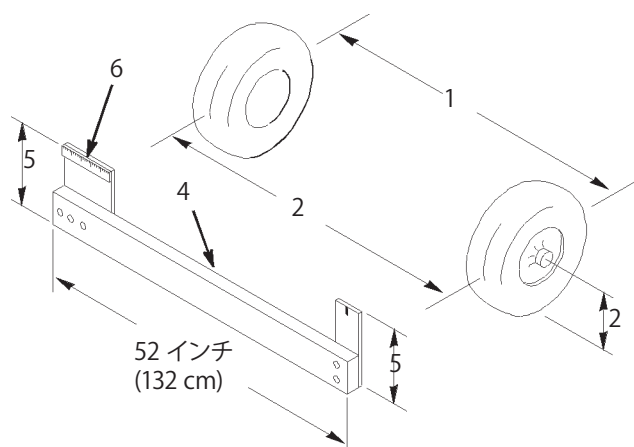

図51
4. 前輪の前と後ろで、左右のタイヤの中央線間距離を測る(図51)；計測はアクスルの高さで行う。前輪の後ろで、アクスルの高さで測定を行うには市販または手製のトーイン測定器が必要となる。前後の計測とも同じ道具を使用し、アクスルの高さで正しく測定すること(図51)。前後の計測値が同じか、前での測定値が0~6 mm 小さければよい。